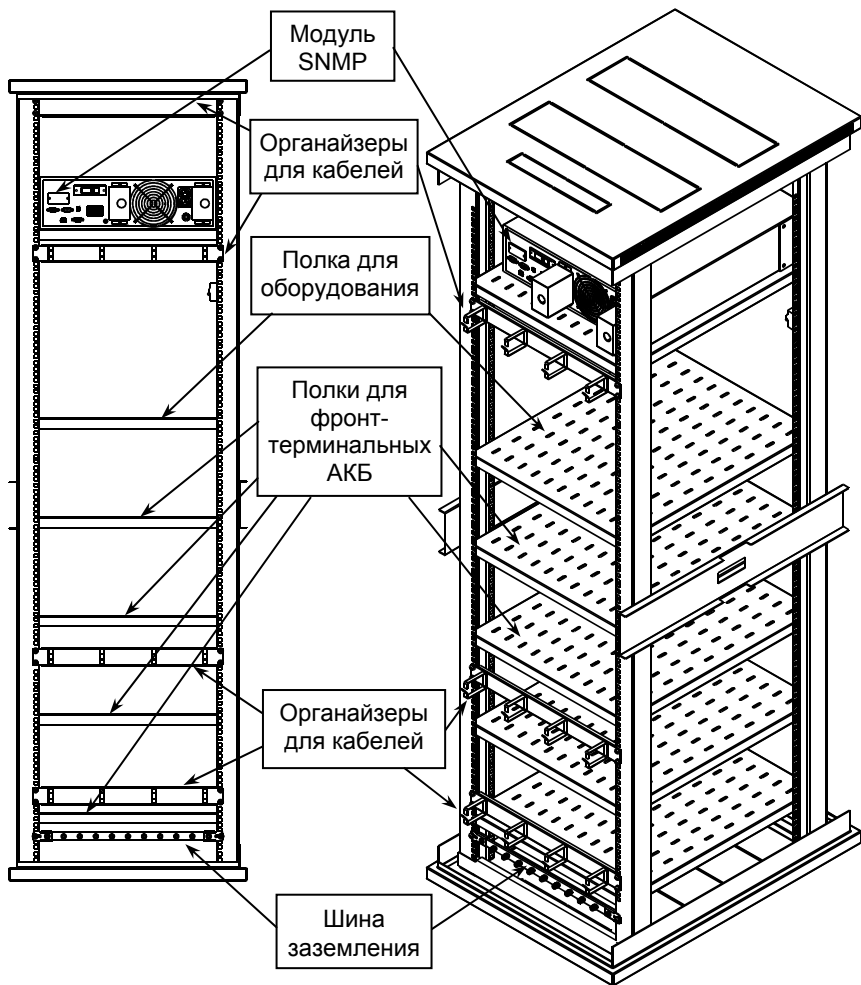

Рисунок 2 — Общий вид изделия сзади, без оболочки, с установленным ИБП
- Переведите выключатель АКБ (SF) во включенное положение
- Включите входной автоматический выключатель, расположенный на задней стенке корпуса ИБП (см. рисунок 2):